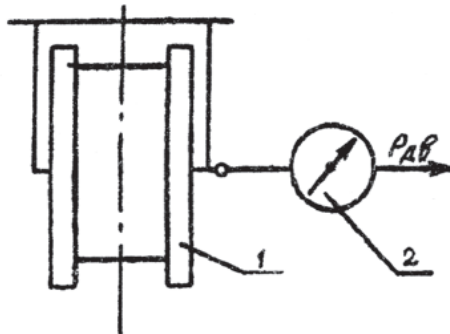

Рис. 10. Схема определения коэффициента сопротивления боковому сползанию машины
2. Для поверхности испытательной площадки определить коэффициент сопротивления боковому сползанию  $\mu$  в соответствии со схемой эксперимента (рис. 10).